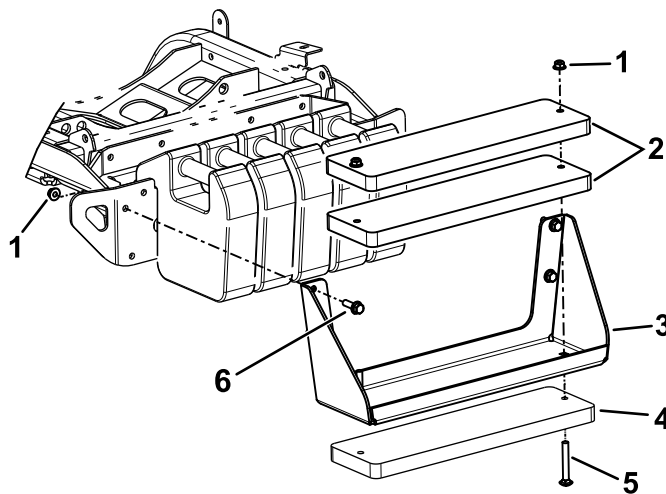

Bild 20
Hinweis: Siehe Bild 20 für diese Schritte.
- A. Befestigen Sie die drei Gewichte mit den Schrauben ($\frac{3}{8}$ " x 4") und Muttern ($\frac{3}{8}$ " an der Ballasthalterung (Bild 20).
- B. Verwenden Sie die Sechskantschrauben und Muttern (im Kit enthalten), um die Ballasthalterung an der Maschine zu befestigen (Bild 20).
- A. Entfernen Sie die Ballasthalterung von der Maschine (Bild 20).
- C. Befestigen Sie die drei Gewichte mit den Schrauben ($\frac{3}{8}$ " x 4") und Muttern ($\frac{3}{8}$ " an der Ballasthalterung (Bild 20).
- D. Verwenden Sie die zuvor entfernten Befestigungselemente, um die Ballasthalterung an der Maschine zu befestigen (Bild 20).